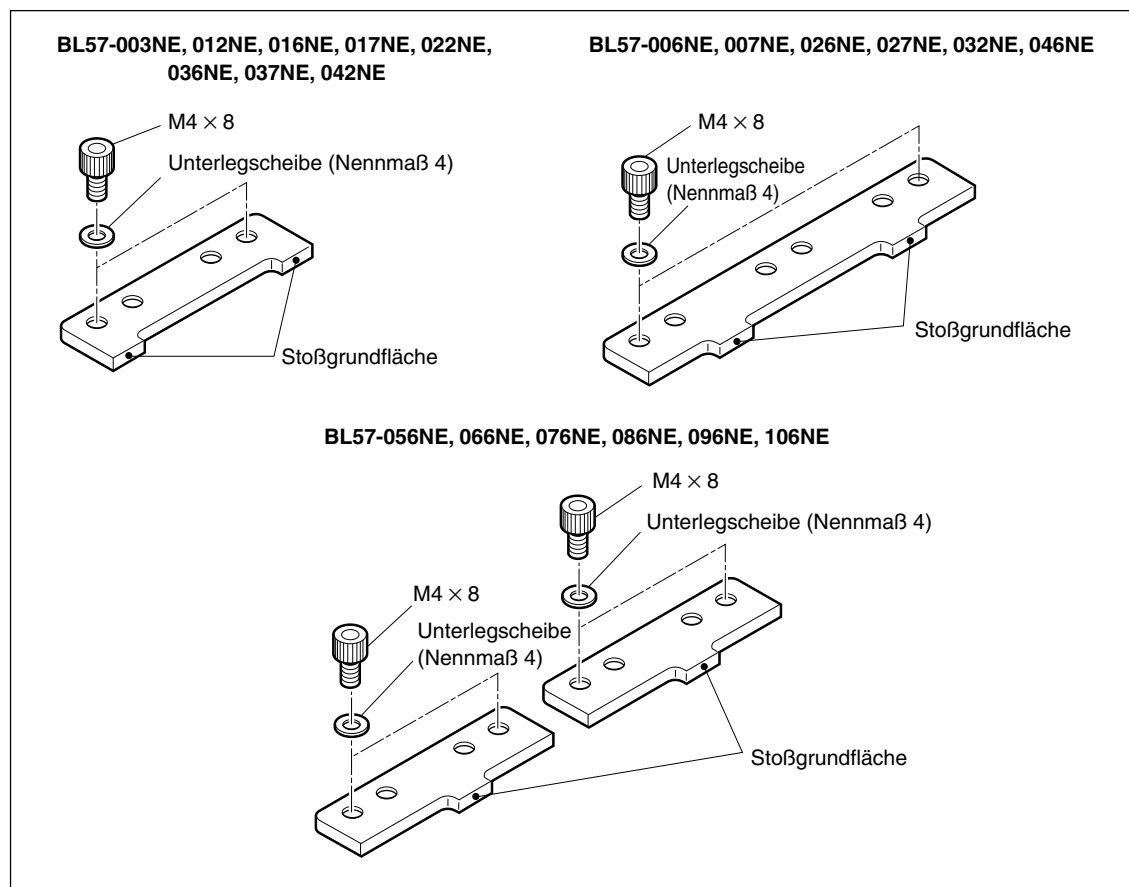

Abb. 3-5
- 4** Schieben Sie den Maßstab zwischen Maßstabsklammer und Montagefläche ein, während Sie seine Bezugsfläche (siehe Abb. 3-5) leicht gegen die Stoßgrundfläche drücken (Hinweis). Ziehen Sie die in der Abbildung mit A und B gekennzeichneten Schrauben der Maßstabsklammer schrittweise und abwechselnd an. (Verwenden Sie nur die linke Maßstabsklammer für Klammern mit zwei Schrauben, und die mittlere Maßstabsklammer für Klammern mit drei Schrauben.) (Endanzugsmoment: $1,4 \text{ N} \cdot \text{m}$)